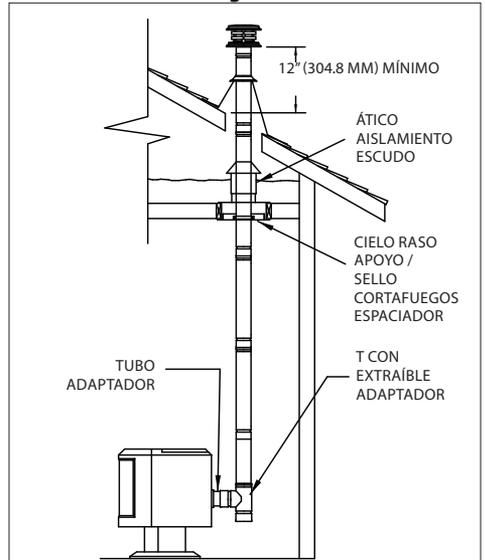

**Figura 2**
**G.** Después de alinear con el agujero en el techo, utilizando el mismo método que en 2. (B), corte un agujero redondo o cuadrado en el techo. Corte siempre el orificio con el espacio libre adecuado a los lados del botaguas bajo los materiales de techo y clávelos al techo a lo largo del borde superior. No clave a través del borde inferior. Selle todas las cabezas de los clavos con sellador impermeable que no se endurezca.
**H.** Para terminar, aplique sellador impermeable tipo RTV para alta temperatura que no se endurezca donde el cuello contra lluvia se une con el ducto de ventilación y el botaguas; deslice el cuello hacia abajo hasta que asiente en el botaguas, coloque la tapa y gire para bloquear (**Figura 2**).
de tubería que sobresale(n) a través del techo. Fije la base al techo con clavos para techo como se muestra en la **Figura 24**. Asegúrese de que el material de cubierta traslape sobre el borde superior del botaguas(**consulte la Figura 2**).